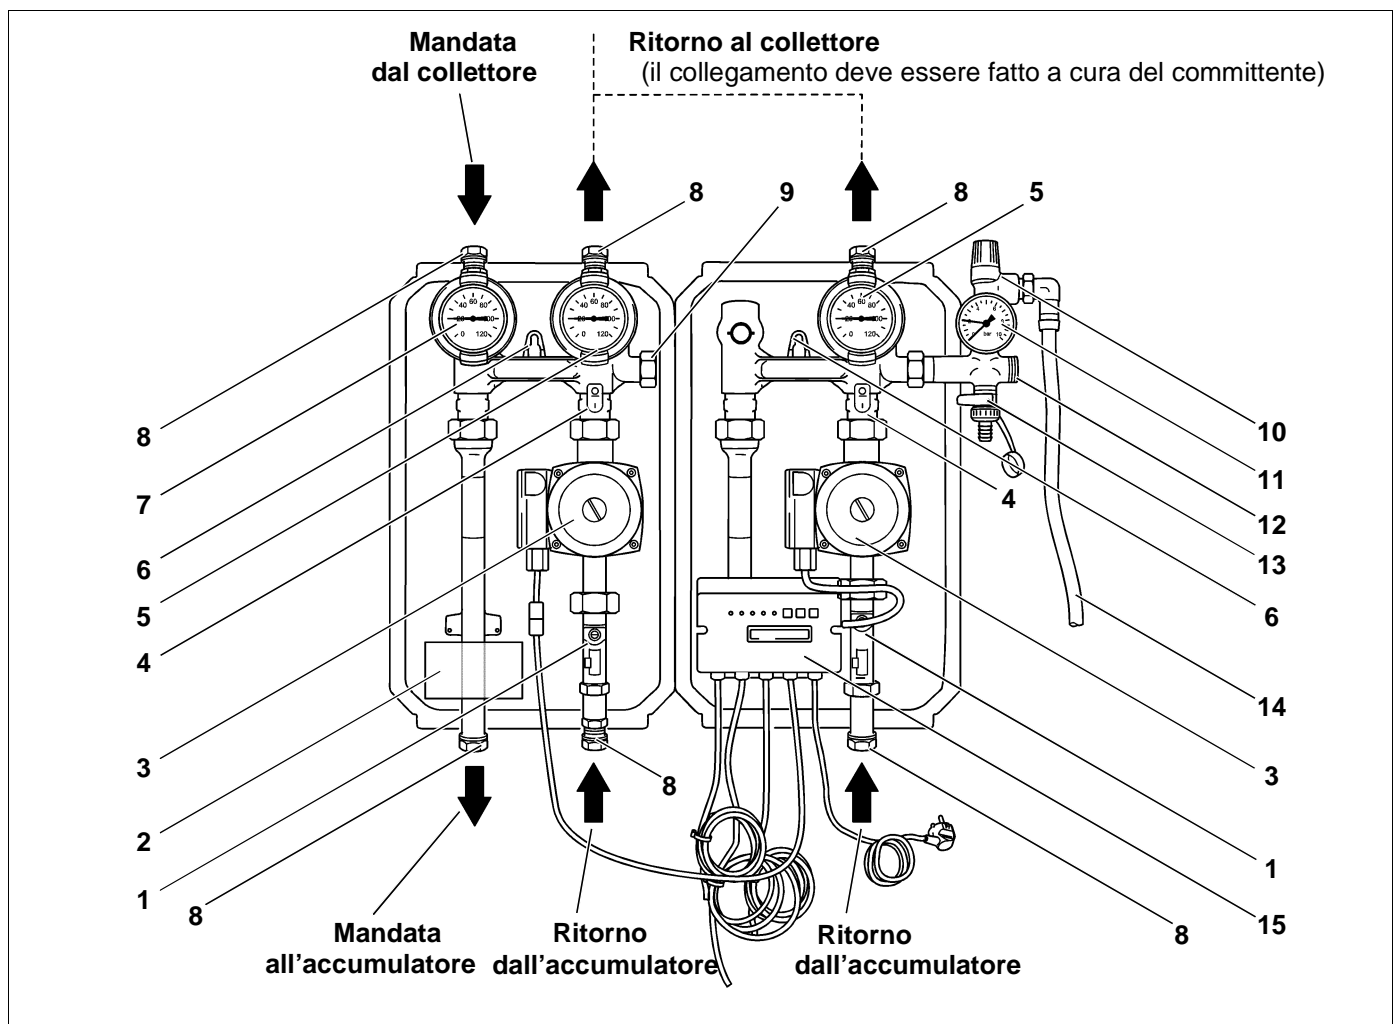

Fig. 2 Set idraulico completo Logasol KS 02...
- 1 Togliere la copertura (sul tubo di mandata al disotto dell'apparecchio di regolazione, vedi fig. 2, **pos. 2**, pagina 6).
- 1 Per il set a due utenze, il collegamento elettrico della pompa di circolazione sinistra con l'apparecchio di regolazione, si deve stabilire per mezzo della connessione a spina allo scopo prevista (vedi fig. 2).